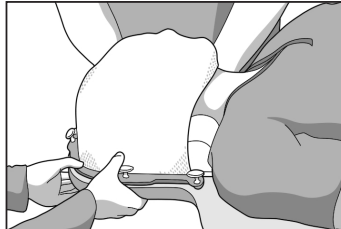

Fig. 3
5. Estique o termoplástico na posição superior entre 15 cm a 20 cm (6 pol. a 8 pol.) e puxe para baixo, na direção do dispositivo (fig. 3).